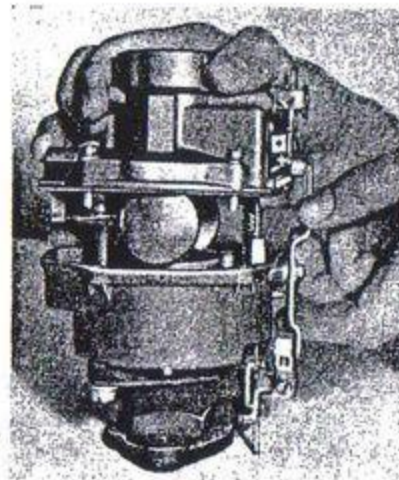

Bild 33. Demontering av lock.
- Demontera de fyra fästskruvarna för förgasarlocket och reglagefästet. Lyft av locket rakt uppåt och håll fast snabbtomgångsarmen (bild 33).
13. Vrid snabbtomgångsarmen medurs, tills den hakar i fjädern och vrid den därefter till vertikalt läge. Montera locket. Se bild 33. Dra fast del ordentligt.